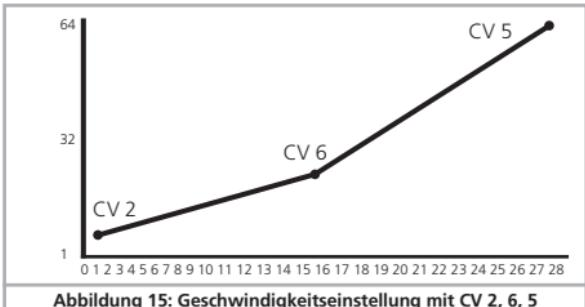

Abbildung 15: Geschwindigkeitseinstellung mit CV 2, 6, 5
**Kennlinie via CV 2, 5 und 6 (Abb.15):** Geben Sie die Anfahrspannung in CV 2 und die Höchstgeschwindigkeit mit CV 5 vor. CV 6 entspricht der Geschwindigkeit bei einer mittleren Fahrstufe. Sie können dadurch einen „Knick“ in der Kennlinie definieren. Dieser Modus ist dann aktiv, wenn sie mit Hilfe der CV 29, Bit 4 = 0 eingeschaltet wird.